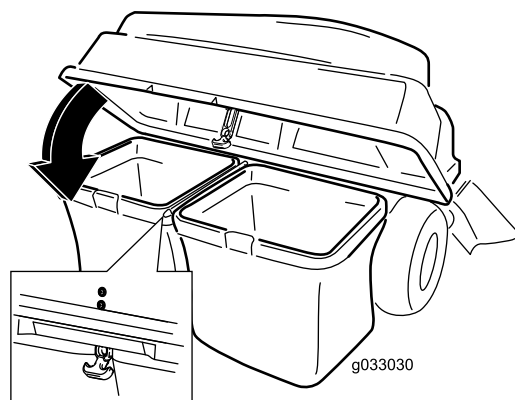

Figura 22
5. Abbassate il coperchio del sistema di raccolta sui cestri (Figura 22).
6. Fissate il cofano con il fermo (Figura 22).